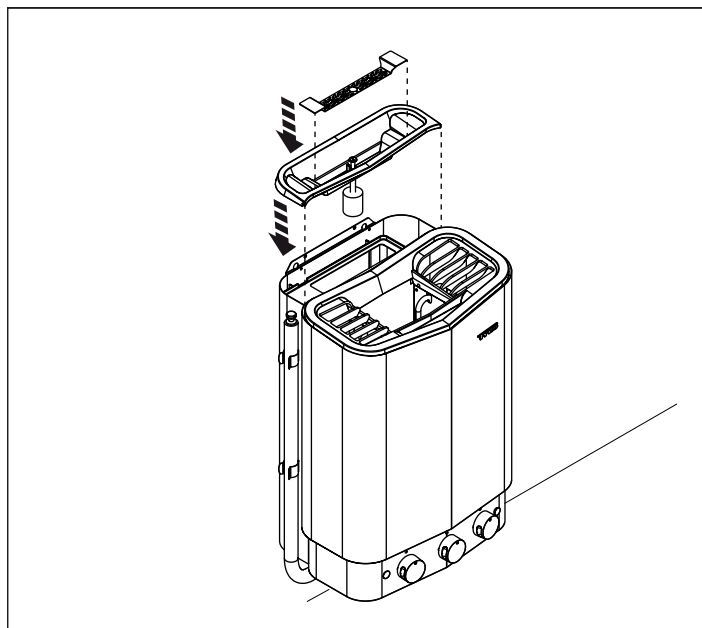

Figure 14 : montage du couvercle du réservoir d'eau et de la grille à herbes aromatiques
12. Montez le couvercle du réservoir d'eau et de la grille à herbes aromatiques (voir Figure 14). Veillez à ne pas endommager le flotteur.